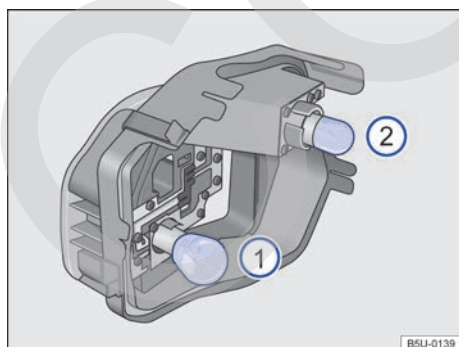

Fig. 174 En el soporte de las lámparas: ubicación de las lámparas.
Para remover las lámparas incandescentes quemadas → fig. 174 ① y ②, presionar la lámpara contra el soporte y girar, al mismo tiempo, en el sentido antihorario.
La ubicación e identificación de las lámparas incandescentes → fig. 174 están relacionadas a continuación: